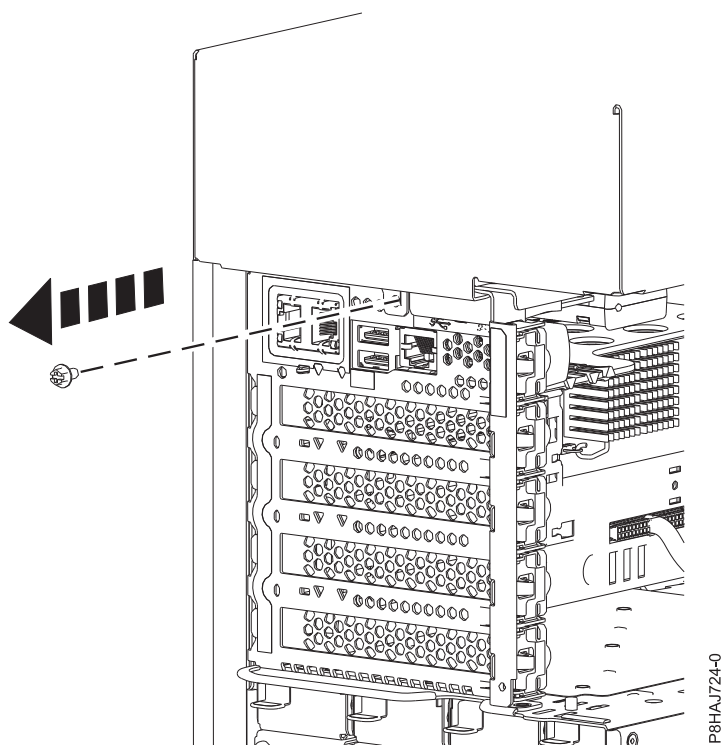

Figura 25. Remover o parafuso da tampa lateral de 8286-41A
4. Remova o parafuso posterior da tampa lateral através da utilização de uma chave de fendas Phillips, conforme demonstrado em Figura 25.